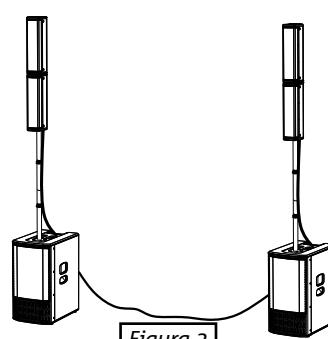

Figura 2
**En la configuración DOBLE COLUMN ESTÉREO** (figura 2) los dos ES1203 deben identificarse como maestro o esclavo derecho o izquierdo. Debe haber un maestro y un esclavo. Se define como "maestro" el sistema ES 1203 al cual se conectan las entradas y en el cual se hacen todos los ajustes, que se transmitirán después al sistema esclavo. En el sistema esclavo, los ajustes están desactivados.